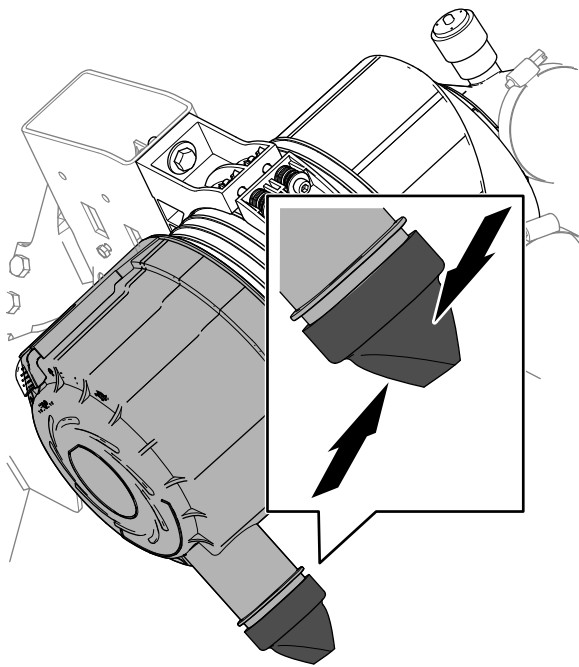

Figura 118
4. Strângeți supapa de evacuare a prafului (Figura 118).